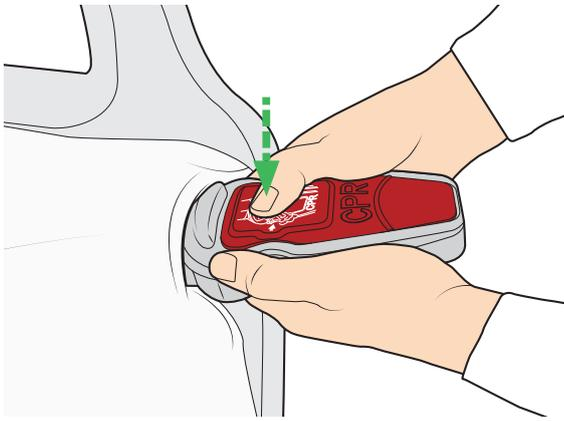

Figura 33
9. Certifique-se de que a unidade de esvaziamento rápido RCP está na posição fechada (ver a Figura 33). A unidade de esvaziamento rápido RCP deve estar sempre acessível.